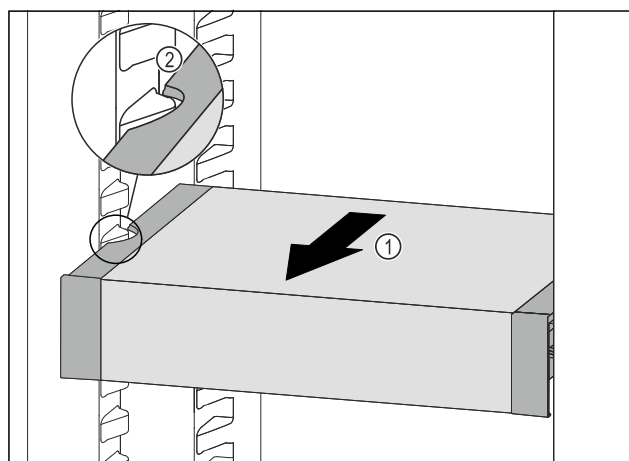

Fig. 128
- ▶ Trekk VarioSafe forover Fig. 128 (1), til utsparingene på sidene av VarioSafe er på nivå med rillene i kjøleskapet. Fig. 128 (2)